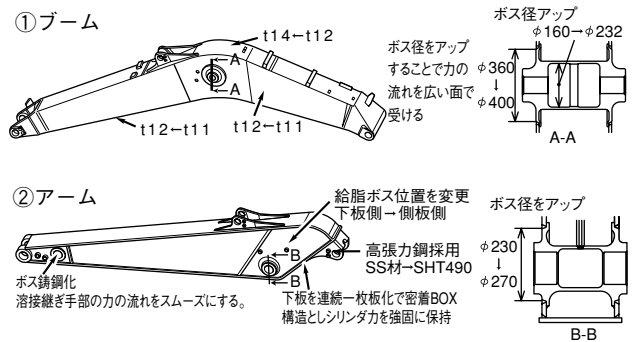

図7 作業機の強化
- (5) 作業性能の向上に伴い、信頼性を確保するため、作業機の強度アップした。ブームは力の集中するブームシリンダトップ側の鋳物を大型化して、広い面で力を受けて伝える構造とし、また板厚アップと共に断面剛性を向上した。アームも力の集中するブームとの連結部の鋳物を大きくし、アームシリンダトップ連結部の断面も大型化して、剛性を向上した。(図7)